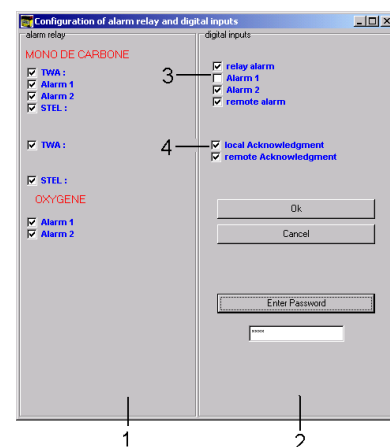

Figura 45: ajustes do relé de entrada do alarme e da entrada de lógica
- Configure a entrada do relé e a entrada de lógica ao selecionar as diferentes caixas de marcação (Figura 45).